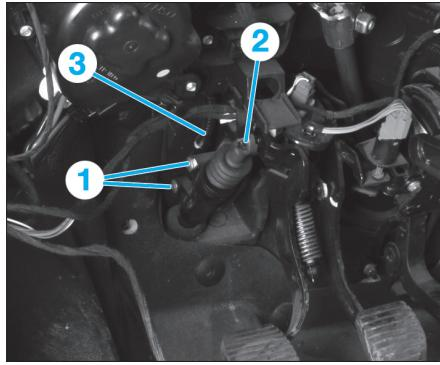

Fig. 8
- Déposer les vis (1) (**Fig.8**).
- Dégrafer et dégager la rotule (2) de la pédale d'embrayage.
- Désaccoupler le raccord d'alimentation (3).